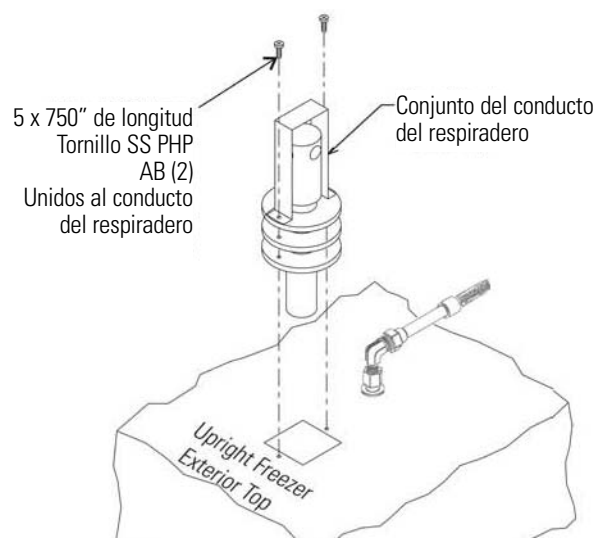

Figura 5-2. Conjunto del conducto del respiradero
6. Instale el conducto del respiradero (Figura 5-2) a través de la apertura y asegúrelo en la parte superior del congelador mediante tornillos.